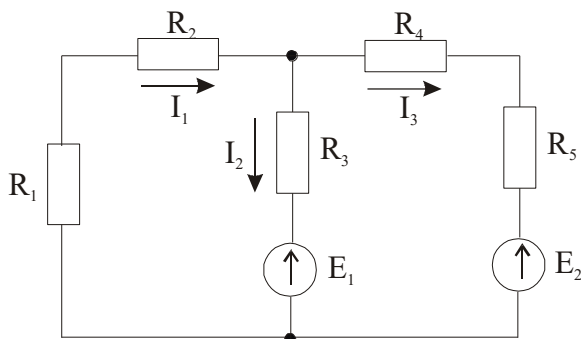

Рис. 12. Схема электрической цепи
Пример. Найти токи в ветвях схемы рис. 12, при следующих исходных данных:
9. Для схемы (рис. 12), определите токи в ветвях при следующих исходных данных: $E_1 = 10\text{В}$, $E_2 = 30\text{В}$, $R_1 = R_3 = 20\text{Ом}$, $R_2 = R_4 = R_5 = 20\text{Ом}$.